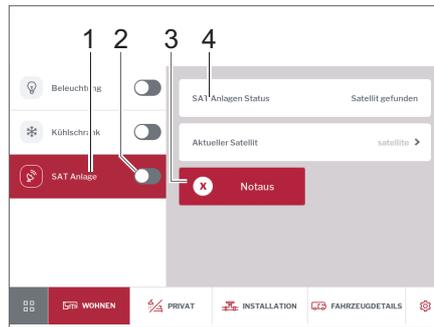

Fig. 262 Impianto satellitare
- Accendere o spegnere (Fig. 262,2) l'impianto satellitare con l'interruttore a scorrimento.
- Digitare il pulsante *Impianto SAT* (Fig. 262,1). Il satellite selezionato viene visualizzato (Fig. 262,4).
- Digitare il pulsante *Arresto di emergenza* (Fig. 262,3), se l'impianto incontra una resistenza.